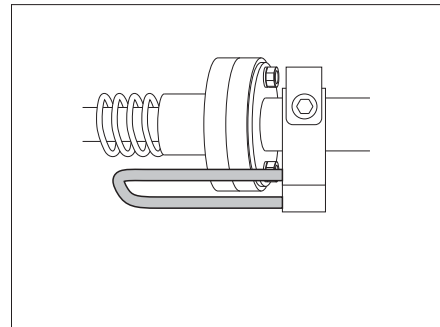

Bild 140 Sicherungshebel in Stellung gesichert
- ▶ Vor der Benutzung des Bettes prüfen, ob sich der Sicherungshebel in der gesicherten Position befindet (Bild 140).
- Sicherungshebel in die gesicherte Position stellen (Bild 140).